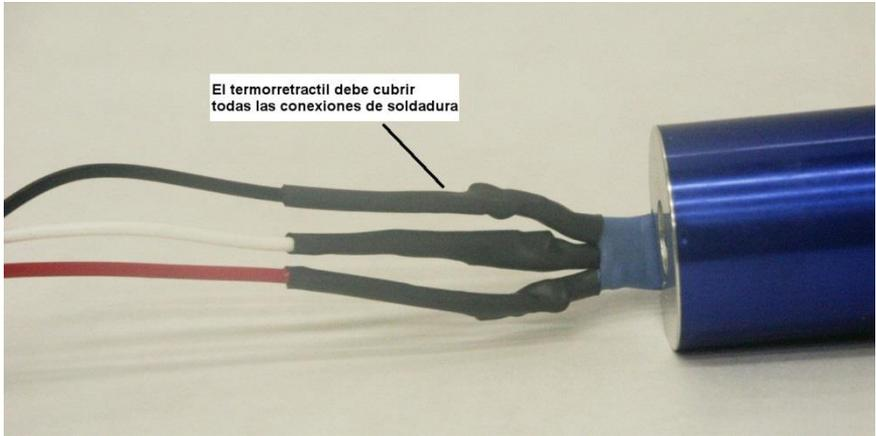

Figura 2-9
- Después que todas las conexiones han sido soldadas, deslice y coloque las cubiertas termorretractiles delgadas a las tres conexiones. (Figura 2-9)